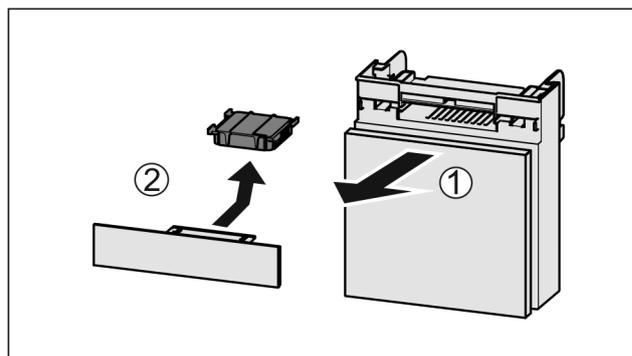

Fig. 114
- Extraire le compartiment par l'avant Fig. 114 (1).
- Sortir le filtre à charbon actif Fig. 114 (2).